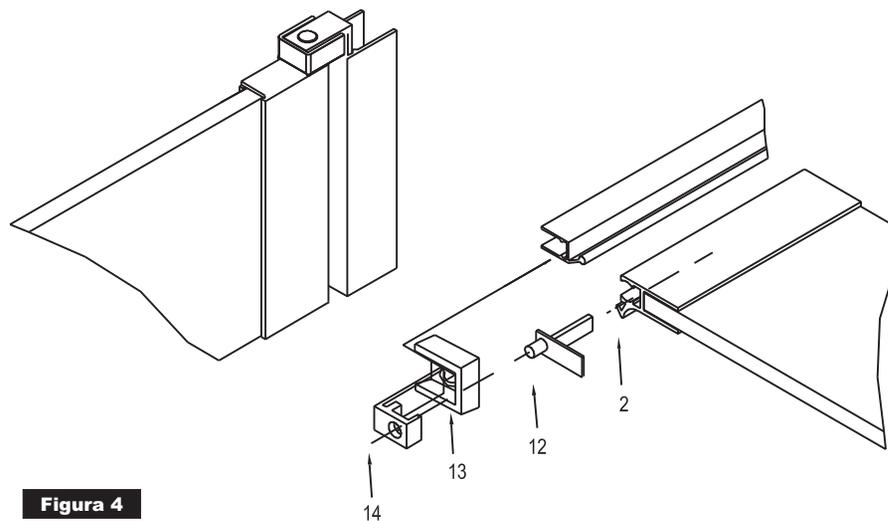

Figura 4
5. Coloque el cojinete de la bisagra (13) en el sujetador de la bisagra (14) y presione el pasador de bisagra (12) en el cojinete de la bisagra. Atornille el sujetador con el cojinete y el pasador en el extremo inferior del montante con bisagra (ver Figura 4). Deslice el casquillo del montante con bisagra (10) sobre el rodamiento del montante con bisagra. Coloque el montante con bisagra con el casquillo, el sujetador, los cojinetes y el pasador en el riel de la bisagra. (Perfore orificios en el montante con bisagra en el interior de la puerta). Deslice el segundo pasador en el riel de la bisagra, en la parte superior de la puerta, y coloque el cojinete sobre el sujetador. Coloque el sujetador en el montante, y ajuste el pasador en el cojinete.